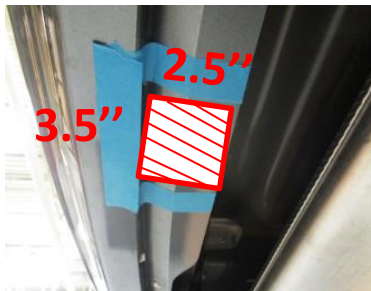

Figura 6
- Recorte y reinstalación de la fascia:** Marcar la línea central en la fascia y recortar el área como se muestra en la **Figura 6**. Volver a instalar todos los fijadores, cables y la fascia que se quitaron en el Paso 1. Después de reinstalar la fascia, doblar suavemente las lengüetas de montaje de la fascia según sea necesario para alinearse con la fascia.
6. **Recorte y reinstalación de la fascia:** Marcar la línea central en la fascia y recortar el área como se muestra en la **Figura 6**. Volver a instalar todos los fijadores, cables y la fascia que se quitaron en el Paso 1. Después de reinstalar la fascia, doblar suavemente las lengüetas de montaje de la fascia según sea necesario para alinearse con la fascia.